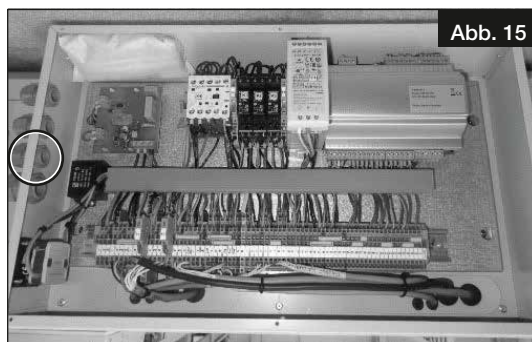

Abb. 15
2. Markierte Kabelverschraubung lösen und Leitung durchführen (s. Abb. 15).